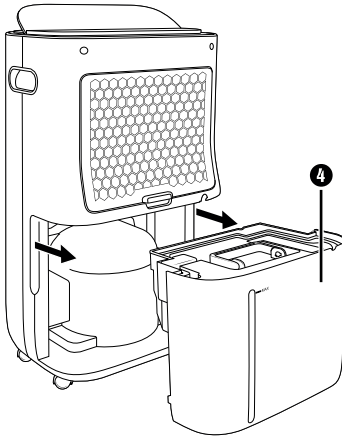

Abb. 1
- ◆ Ziehen Sie den Wassertank **4** vorsichtig an den seitlichen Griffmulden aus dem Gerät heraus. Verwenden Sie den Griff, um den Wassertank **4** zu transportieren. (siehe Abbildung 1).